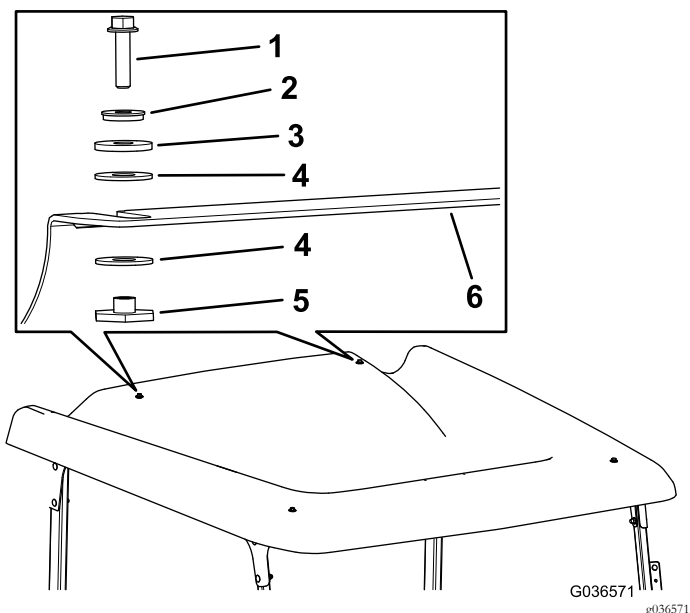

图33
2. 用2个六角凸缘螺栓 $\frac{1}{4} \times 1$ 英寸、2个密封垫圈、2个摩擦垫圈、4个塑料垫圈和2个凸缘轴套将遮阳篷安装到后交联上 图33。